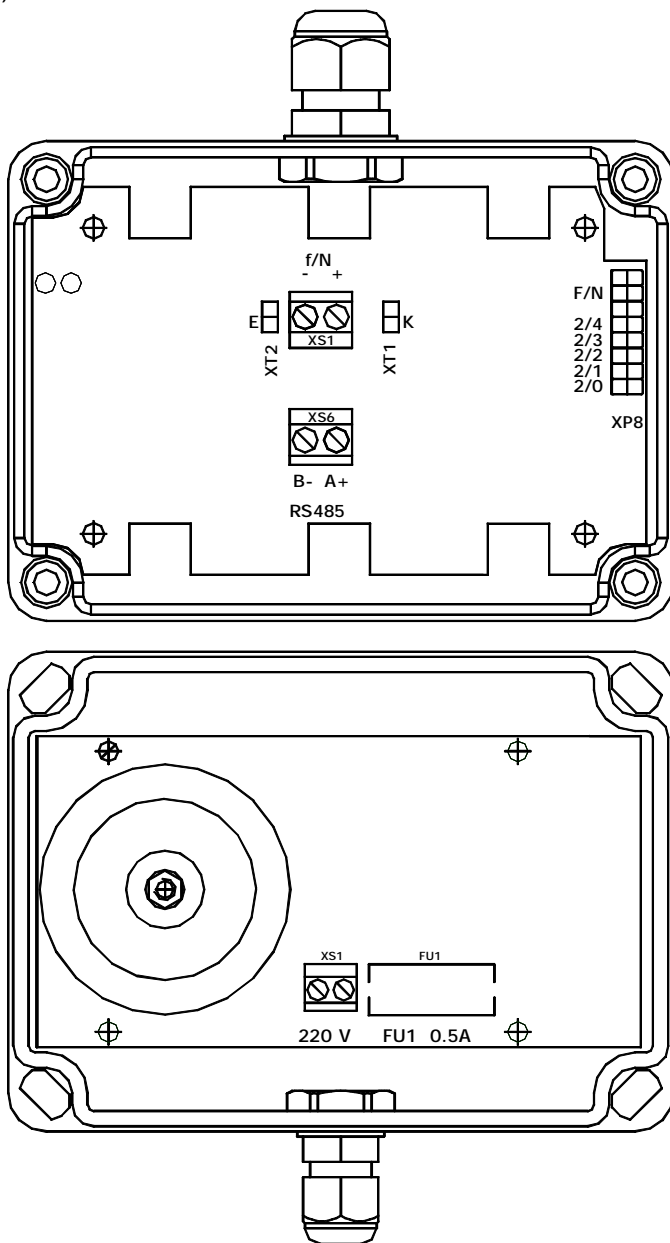

Рис. 8.7
8.4.1 Для проведения монтажа необходимо отвернуть 4 винта на передней панели ППМ и снять переднюю панель. После этого освобождается доступ к разъемам и клеммникам для подсоединения внешних цепей. Внешний вид ППМ расходомера приведен на рис. 8.7, 8.8.
8.6.7 Для визуального просмотра измеренных параметров информация с расходомера может быть считана по последовательному интерфейсу RS-485. Для работы по последовательному интерфейсу RS-485 необходимо снять переднюю панель расходомера и подключить к разъёму RS-485 кабель для связи с периферийными устройствами: IBM совместимым компьютером, контроллером, теплосчетчиком и т.д. (см. рис. 8.7, 8.8). При работе по интерфейсу RS-485 подключение к компьютеру следует осуществлять через интерфейсный адаптер.
Установка вида дискретного сигнала осуществляется путём установки/снятия джампера F/N (поле XP8, см. рис. 8.7).
Конфигурация выходного каскада выбирается путём установки/снятия джамперов **ХТ1**, **ХТ 2** на плате коммутации (см. рис. 8.7, 8.8; таблицу 8.1).
8.9.1 Установка сетевого адреса расходомера осуществляется путём установки/снятия джамперов 2/0...2/4 (поле **XP8**, см. рис. 8.7, 8.8). Сетевым адресом расходомера является пятибитное двоичное число. Младший разряд адреса устанавливается джампером 2/0, старший – джампером 2/4. «1» соответствует состоянию джампера ON, «0» соответствует состоянию джампера OFF.
- отвинтить винты на верхней крышке и снять ее (вид расходомера со снятой верхней крышкой приведен на рис. 8.7, 8.8);